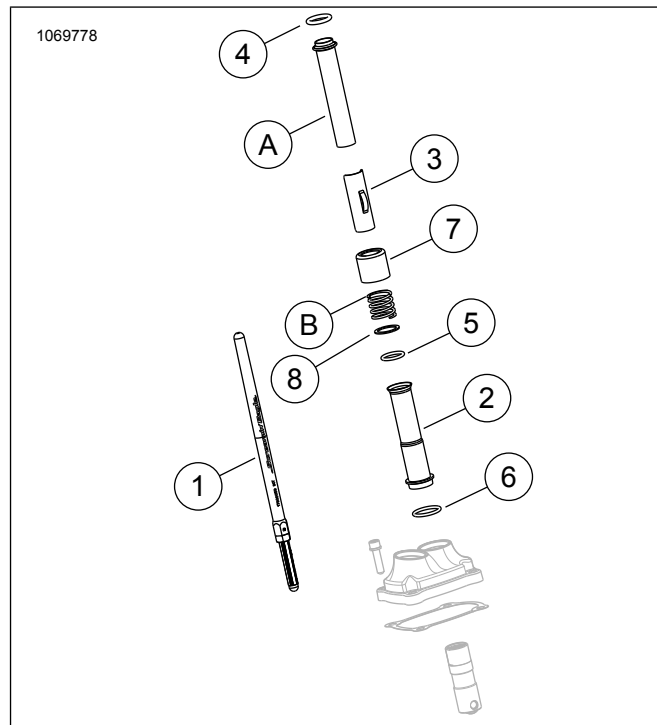
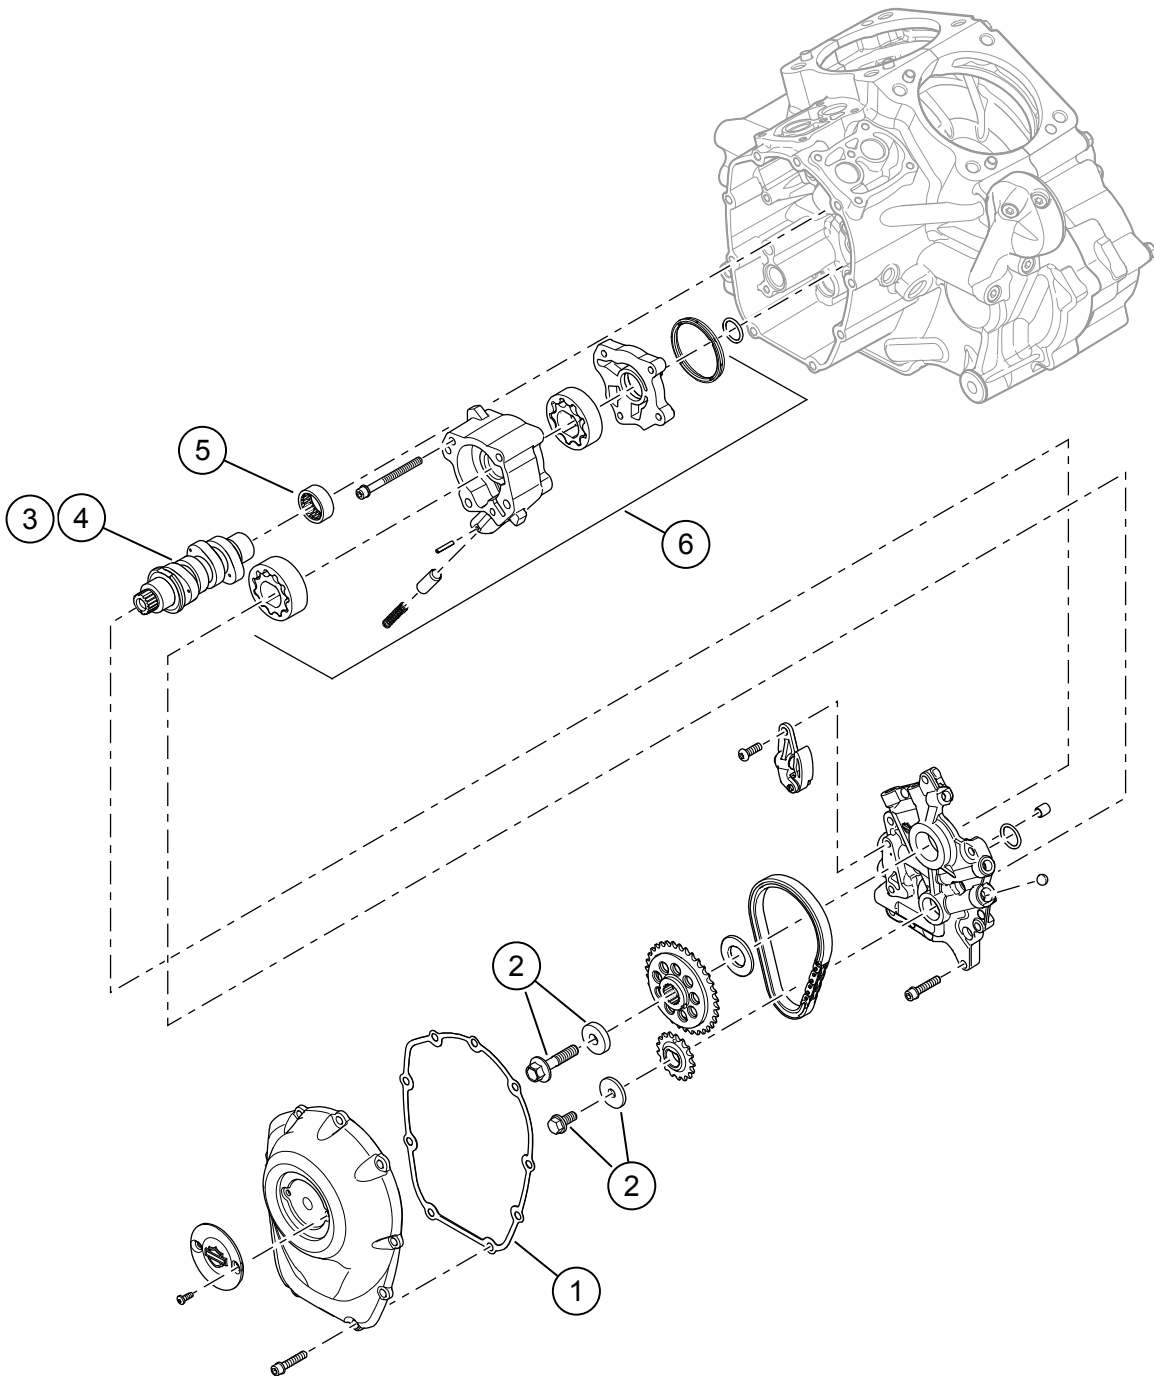

Abbildung 3. Ersatzteile
Abbildung 4. Ersatzteile: Screamin' Eagle Milwaukee-Eight Stage 2 Satz
Siehe Abbildung 3 zu Abbildung 4, und Tabelle 2 zu Tabelle 3.
- Abbildung 4 Die Ölpumpe einbauen. Siehe MOTOR im Werkstatthandbuch.